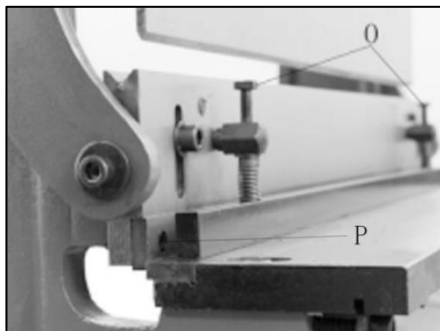

Figura 10
21. Retire la sujeción aflojándola tornillos (O, Figura 10), utilizando tornillos hexagonales de 10 mm llave.
23. Retire los 4 tornillos (P, Figura 10) y Retire la cuchilla con cuidado.
24. Gire o reemplace la cuchilla y vuelva a instalarla. tornillos (P).
25. Vuelva a instalar el sujetador. Cuando la cuchilla esté en su lugar posición más alta, la brecha entre el Sujete y la mesa debe estar a 1/4. Ajuste a esta posición girando el Dos tornillos (O, Figura 10) según sea necesario. Cuando la hoja comience a descender, el sujetador debe sujetarla inmediatamente. Pieza de trabajo en su lugar.